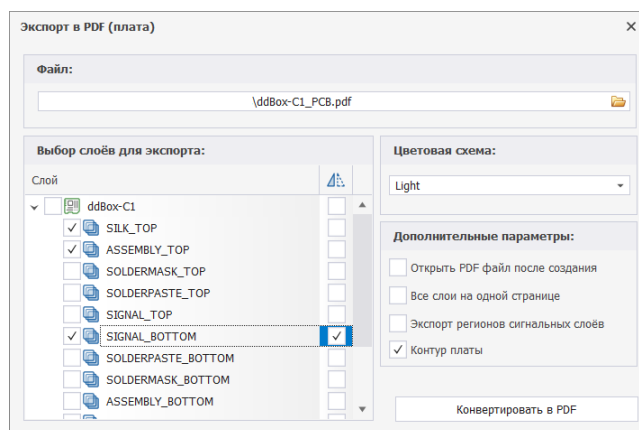

Рис. 85 Выбор директории сохранения для экспортируемых слоев
- В поле «Файл» укажите директорию для сохранения файла платы, Рис. 85. Нажмите , и в окне проводника укажите место сохранения файла.